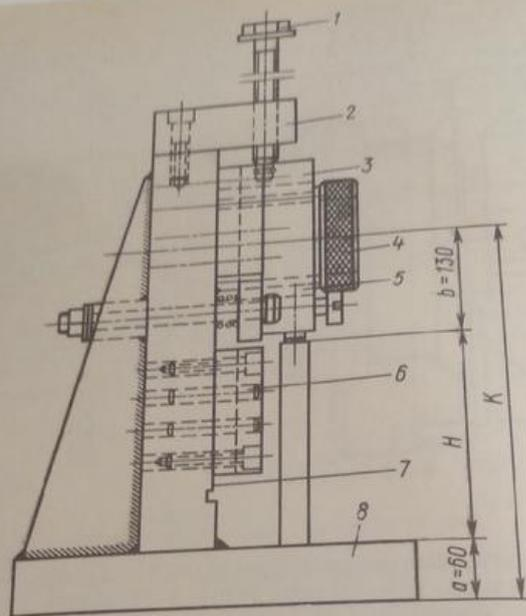

Рис. 8. Стойка
1. Стойку (рис. 8) или лонет (вместо лонета задней стойки станка) закрепить прихватом к столу позади растачиваемой детали (длина растачивания до 1000 мм).